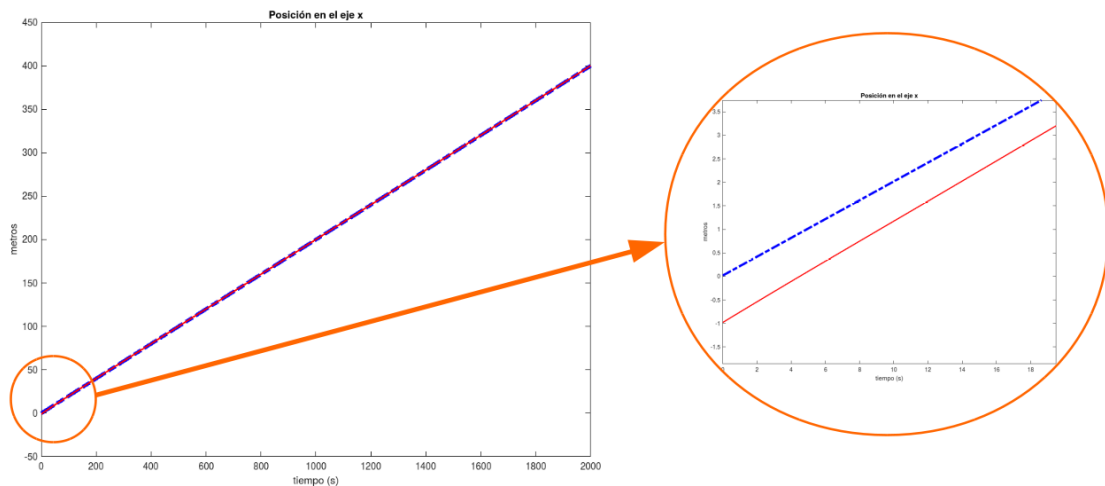

Figura 5.2: Ampliación de la posición en x
- **Gráfica en x:** Esta gráfica (figura 5.2) representa la posición en el eje x (expresada en metros) a lo largo del tiempo. En ella podemos ver cómo la marca empieza en 0 y el robot empieza en -1; sin embargo, con el paso del tiempo estas dos líneas se encuentran superpuestas. También se puede observar cómo la longitud total recorrida es de 400 metros, ya que se simula durante 2000 segundos con una velocidad lineal de 0.2 m/s.